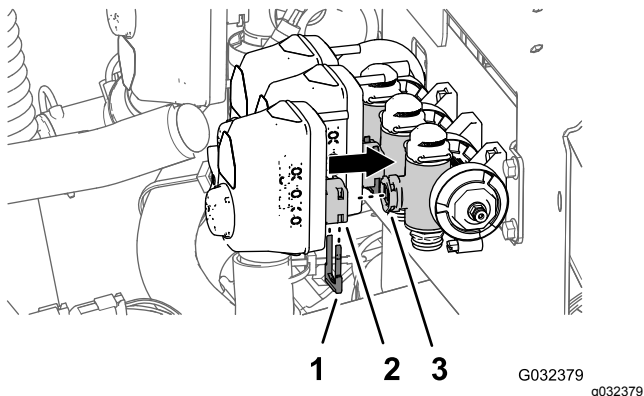

Figura 59
- Alinee el acoplamiento del actuador de la válvula de sección que retiró en el paso 2 de Retirada del actuador de la válvula \(página 28\) con el orificio del vástago del distribuidor (Figura 59).
- Sujete el actuador de la válvula de sección al distribuidor con una de las horquillas de retención (Figura 59) que retiró en el paso 1 de Retirada del actuador de la válvula \(página 28\).